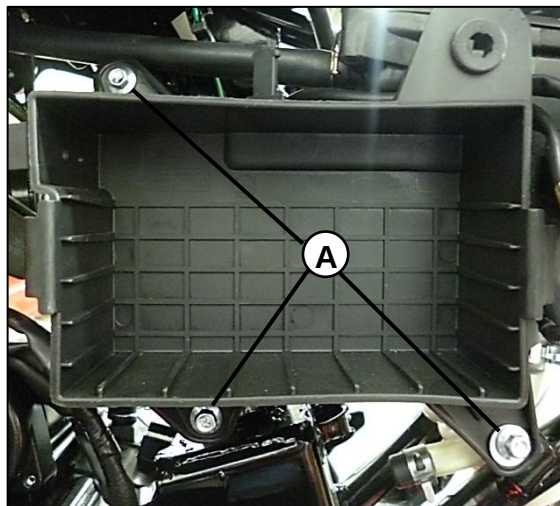

Fig. 14
Desajuste los tornillos (A) que sujetan la caja porta batería al chasis; tener en cuenta no exceder el torque a la hora de ensamblarla, ni reventar los pines plásticos que la componen ya que en ella se alojan la mayor parte de componentes eléctricos. **Fig.14**